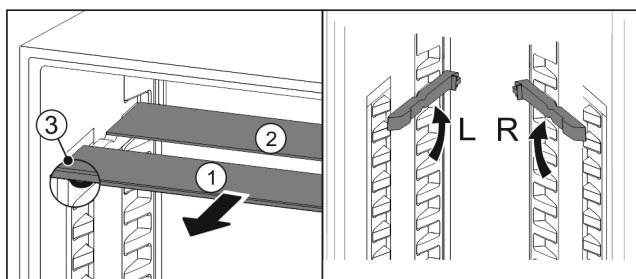

Fig. 24
- Skleněné desky jednotlivě vytáhněte dopředu Fig. 24 (1).
- Skleněná deska Fig. 24 (1) s ozdobnou lištou leží vpředu.
- Zářázky Fig. 24 (3) směřují dolů.